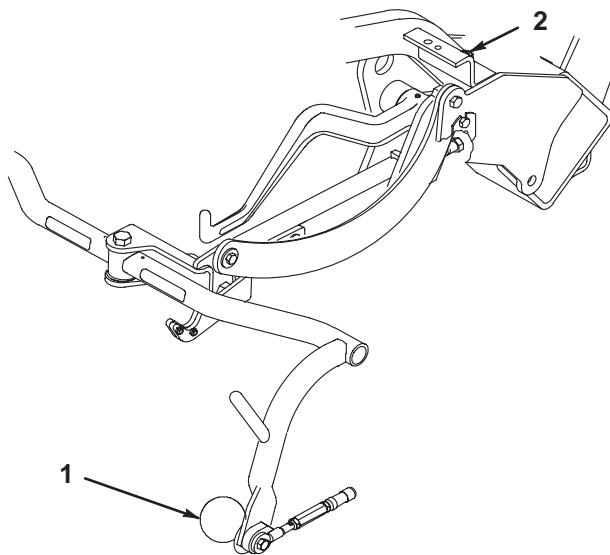

図 9
3. 調整方法：キャリア・フレームのストップ・ネジ（図9）のジャムナットをゆるめ、ネジを上下させてキャリア・フレームの高さを変える。調整ができたらジャムナットを締める。